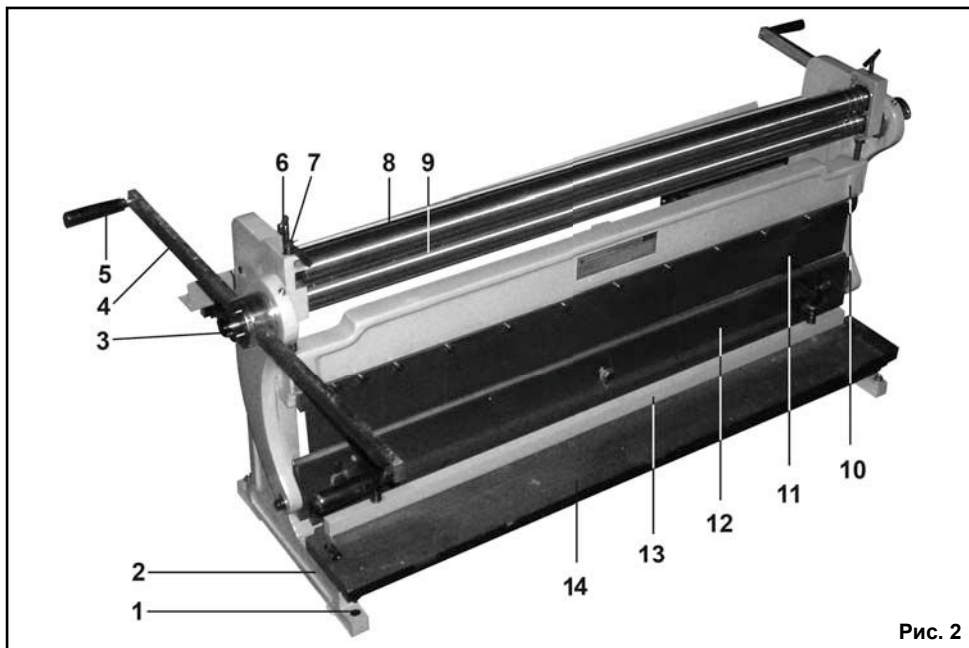
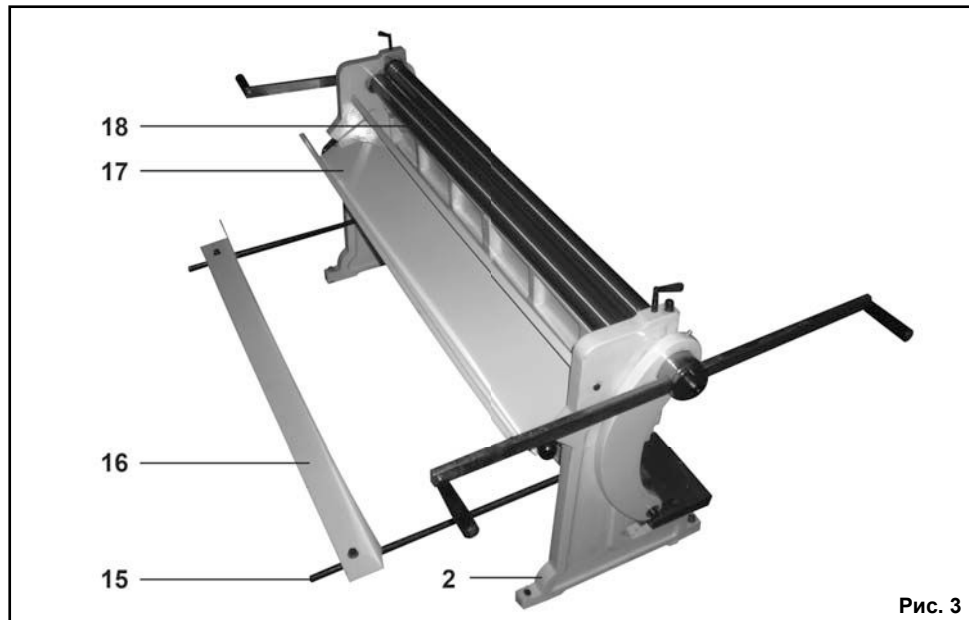

Рис. 2
Рис. 3
ную планку (16), Рис.3, в специальные резьбовые отверстия нижней пластины (12). Положение упорной планки (16) определяется разметкой заготовки.
9.3.2. Поверните ручку (4) за рукоятку (5) до подъема верхней пластины (11) относительно нижней пластины (12) на высоту более толщины заготовки.
9.4. Резание (Рис. 2, Рис. 3)
9.4.1. Как показано на Рис.3, установите направляющие (15) и упорную планку (16) в специальные резьбовые отверстия с обратной стороны рабочего стола (14). Положение упорной планки (16) определяется разметкой заготовки.
5. УСТРОЙСТВО (Рис. 2, Рис. 3)
7. МОНТАЖ (Рис.2, Рис. 3)
8. СБОРКА (Рис. 2, Рис. 3)
Как показано на Рис. 2, установите ручки (4), положение зафиксируйте установочным болтом (3). На ручках (4) установите и закрепите рукоятки (5). Как показано на Рис.3, в основание (2) вкрутите две направляющие (15). На направляющих (15) установите и закрепите упорную планку (16).
9.1. Подготовка к работе (Рис. 2, Рис. 3)
9.3. Изгибание под углом 90°, отбортовка. (Рис. 2, Рис. 3)